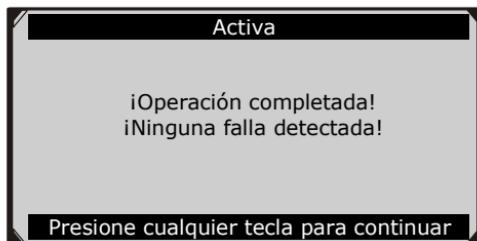

Figura 10.23
- 2) En el menú Activo, use el botón **ARRIBA/ABAJO** para seleccionar el actuador deseado a probar. Si el actuador seleccionado funciona correctamente, la herramienta le mostrará un mensaje de confirmación como el que aparece debajo (Figura 10.23). De no ser así mostrará un mensaje para advertirle que hay un problema. Despues de salir del programa de diagnóstico, por favor repare el problema inmediatamente.